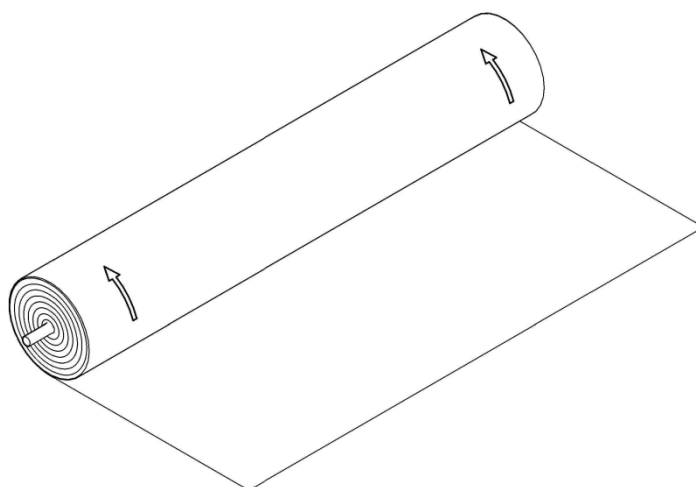

Fig. 4: Utrullningsriktning
- Mattorna ska rullas ut långsamt och kontrollerat. Mattkanterna ska styras hela tiden så att de inte måste justeras i efterhand (Fig. 4).